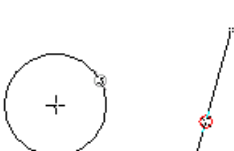

图 4.11.12 锁定操作的过程
Step6. 移动鼠标指针寻找圆弧的终点 (设计意图是想把终点放在直线 B 上), 当鼠标指针移到直线 B 上时, 直线上出现红色的小圆圈  (图 4.11.12), 表明系统已经捕捉到直线上的一点作为圆弧的终点。